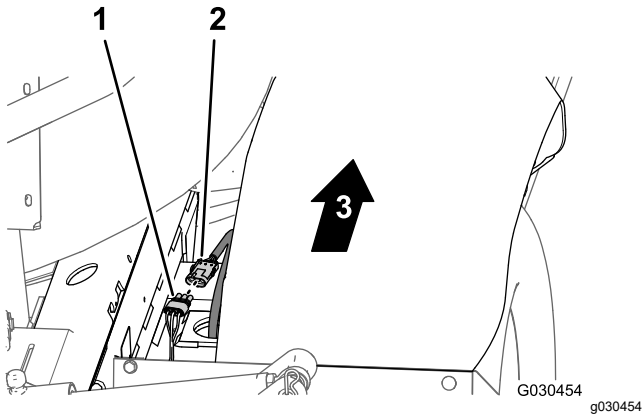

Рисунок 22
1. В задней части машины (между правой трубой рамы и правым крылом) отсоедините 3-штыревой разъем жгута проводов датчика скорости на правом тяговом гидромоторе от 3-гнездового разъема главного заднего жгута проводов (**Рисунок 22**).